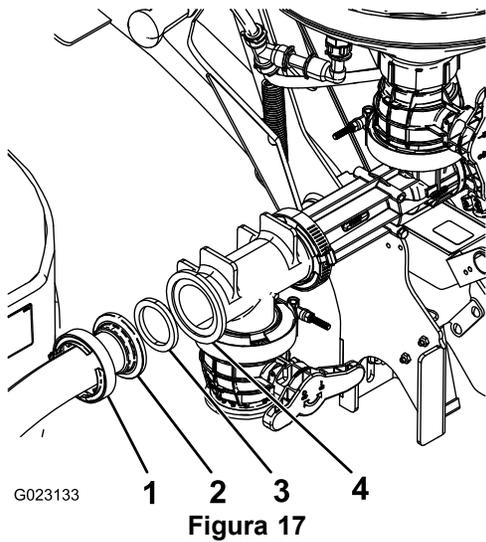

Figura 17
2. Instale a outra extremidade do tubo à abertura virada para a frente do misturador utilizando uma junta e um grampo de parafuso sem fim (Figura 17).